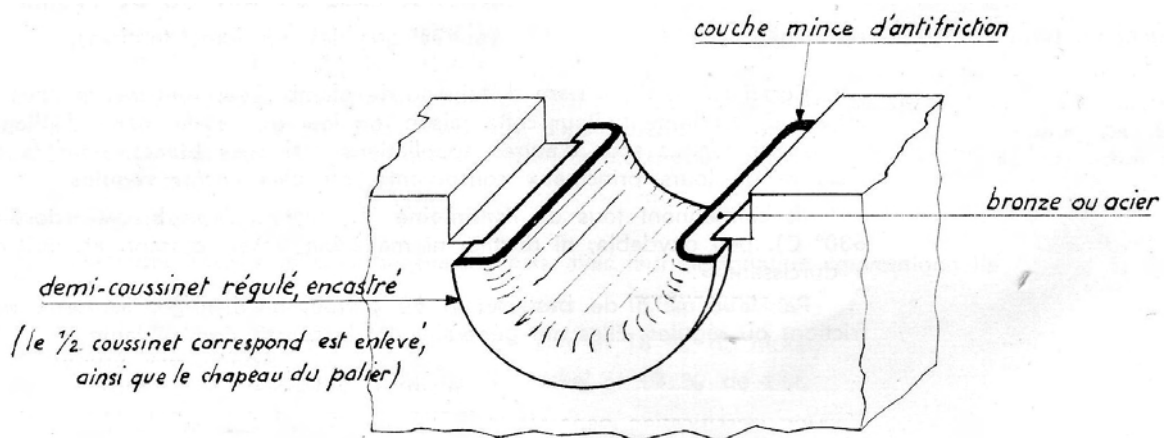

Figure 2.
- des coussinets de paliers (figure 2) ou de bielles de moteur à combustion interne